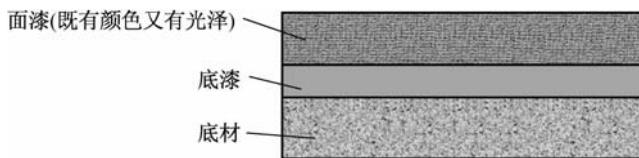

图 8-4 单工序面漆结构
(1) 单工序面漆。单工序面漆结构如图 8-4 所示。单工序是指面漆只施工一次即可获得, 形成的涂层既有遮盖力, 能遮盖住底漆颜色, 呈现给我们需要的颜色, 还有一定的光泽度, 并且还有很好的抗机械损伤能力。白色的普通桑塔纳轿车和红色捷达轿车多为单工序